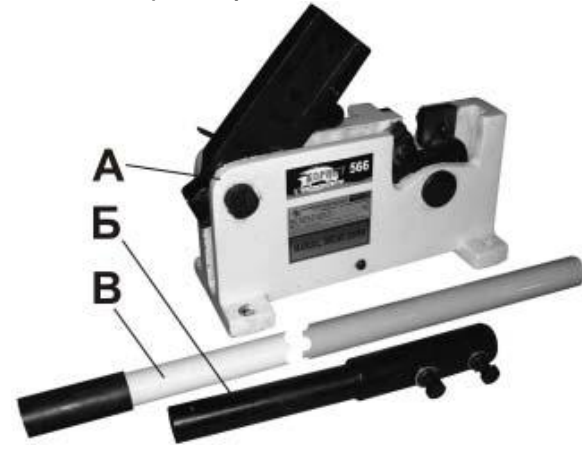

Рис. 1.
3. КОМПЛЕКТНОСТЬ (Рис. 1)
8.2. Наденьте на ручку (9) удлинитель (В) (Рис. 1).